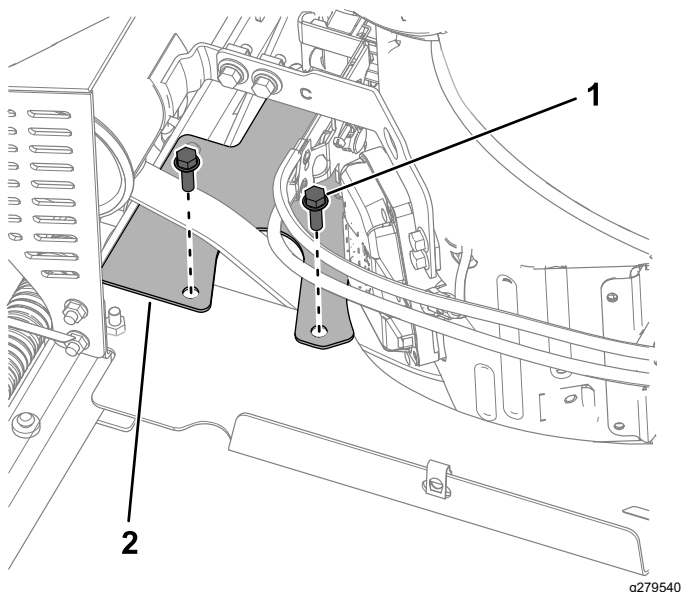

Figura 22
2. Instale a proteção da correia como se mostra na Figura 22. Aperte os parafusos com uma força de 20 a 25 N·m.